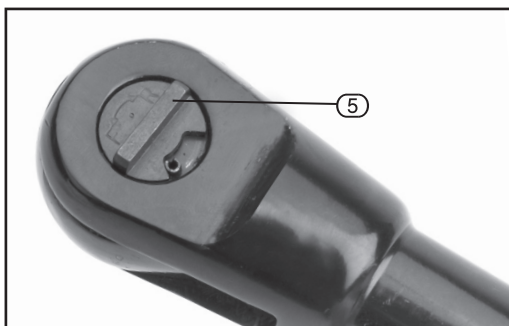

FIG.4
10.2 FORWARD/REVERSE SELECTION - FIG. 4